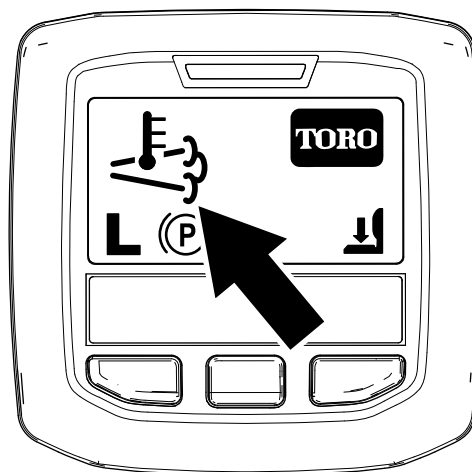

図 33
- インフォセンターには、排気高温アイコンが表示されます 図 33。